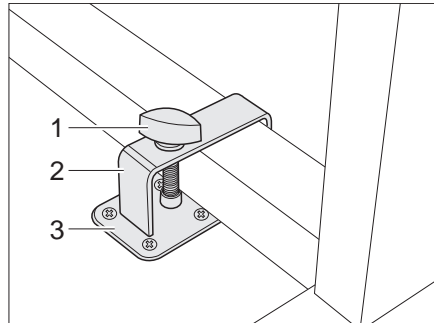
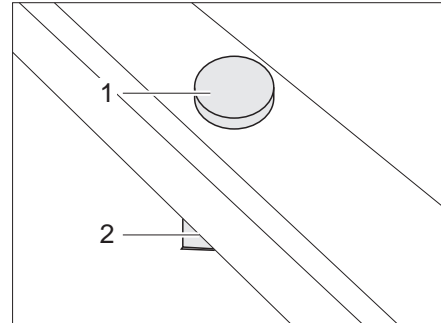

Bild 51 Arretierung Schwenktisch mit Metallgestell
Bild 52 Arretierung Schwenktisch mit Kunststoffgestell
- Schwenktisch neben die Halterung (Bild 51,3) bzw. auf die Halterung (Bild 52,2) stellen.
- Den Bügel (Bild 51,2) mit der Halteschraube (Bild 51,1) über den Tischfuß legen.
- Den Bügel und ggf. den Schwenktisch so verschieben, dass die Halteschraube (Bild 51,1 bzw. Bild 52,1) in die Halterung (Bild 51,3 bzw. Bild 52,2) geschraubt werden kann.